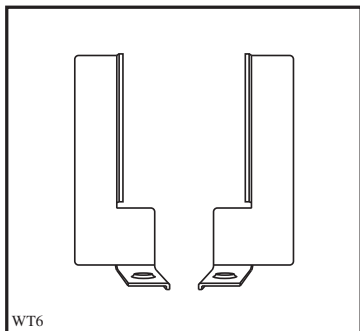

Fig 2b
- Montér låsepladerne af metal (fig. 2b/3b) og blokér dem på tørretumbleren og på vaskemaskinens øverste hjørner ved hjælp af de medfølgende skruer (A+B).